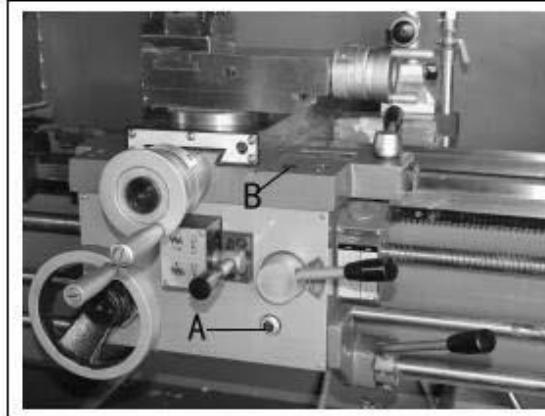

Рисунок 7
**Фартук** - масло должно быть до отметки индикатора в смотровом стекле для масла (A, рис.7). Долейте доверху маслом MobilDTE®. Для заполнения снимите масляный колпачок (B, рис.7) на верхней части фартука. Для слива снимите